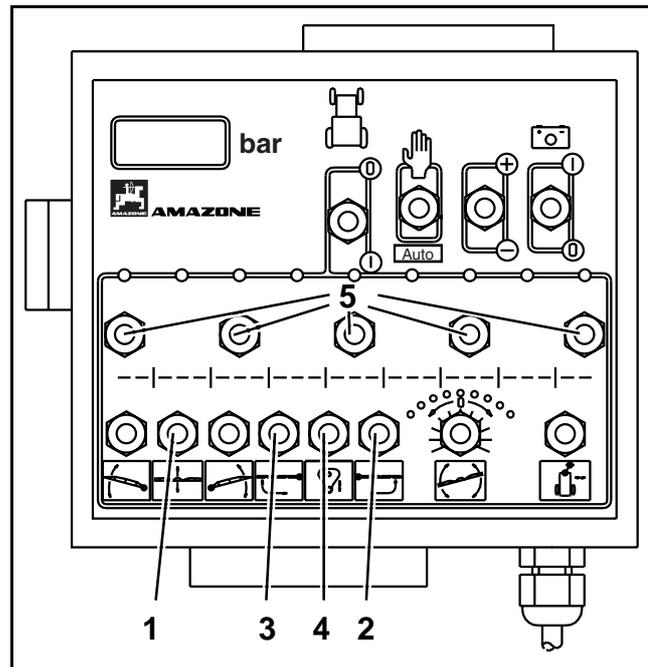

Fig. 8.45
- Activar el pulsador (Fig. 8.45/4) y bloquear la compensación de oscilaciones en posición de transporte.
- Activar el pulsador (Fig. 8.45/1) y ajustar la altura de rociado del varillaje mediante la regulación de altura.
- Activar el pulsador (Fig. 8.45/2 o bien fig. 8.45/3) y plegar como se desee el brazo de extensión lateral derecho o el izquierdo.
- Desconectar los anchos parciales de los segmentos de los brazos laterales plegados mediante los correspondientes interruptores de anchos parciales (Fig. 8.45/5).
- Activar el pulsador (Fig. 8.45/4) y desbloquear la compensación de oscilaciones en posición de transporte.